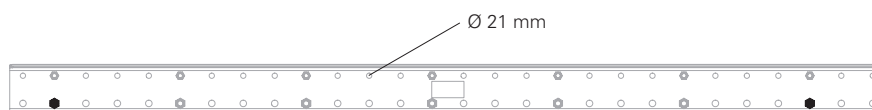

Fig. B2.09
- Prima del montaggio delle guide di zavorra smontare i distanziatori. (Fig. B2.09)